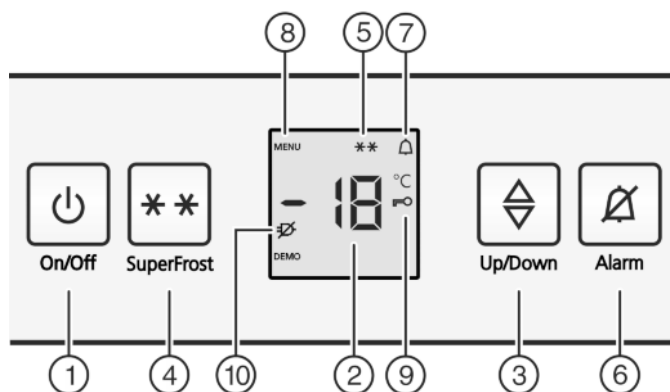

Fig. 2
- ▶ Nacisnąć przycisk On/Off *Fig. 2 (1)*.
- ▶ Aktywacja trybu regulacji: Nacisnąć i przytrzymać przycisk SuperFrost *Fig. 2 (4)* przez ok. 5 sekund.
- ▷ Na wskaźniku pojawia się symbol menu *Fig. 2 (8)*.
- ▶ Krótko potwierdzić przyciskiem SuperFrost *Fig. 2 (4)*.
- ▷ Na wskaźniku świeci symbol zabezpieczenia przed dziećmi *Fig. 2 (9)*.
- ▶ Krótko wcisnąć przycisk On/Off *Fig. 2 (1)*.
- ▷ Symbol zabezpieczenia przed dziećmi *Fig. 2 (9)* gaśnie.
- ▶ Nacisnąć przycisk Alarm *Fig. 2 (6)*.
Jednocześnie miga wskaźnik temperatury i symbol Alarmu *Fig. 2 (7)*.
Akustyczny sygnał ostrzegawczy milknie automatycznie, znika symbol Alarmu *Fig. 2 (7)* i wskaźnik temperatury przestaje migać, gdy temperatura będzie ponownie wystarczająco niska.